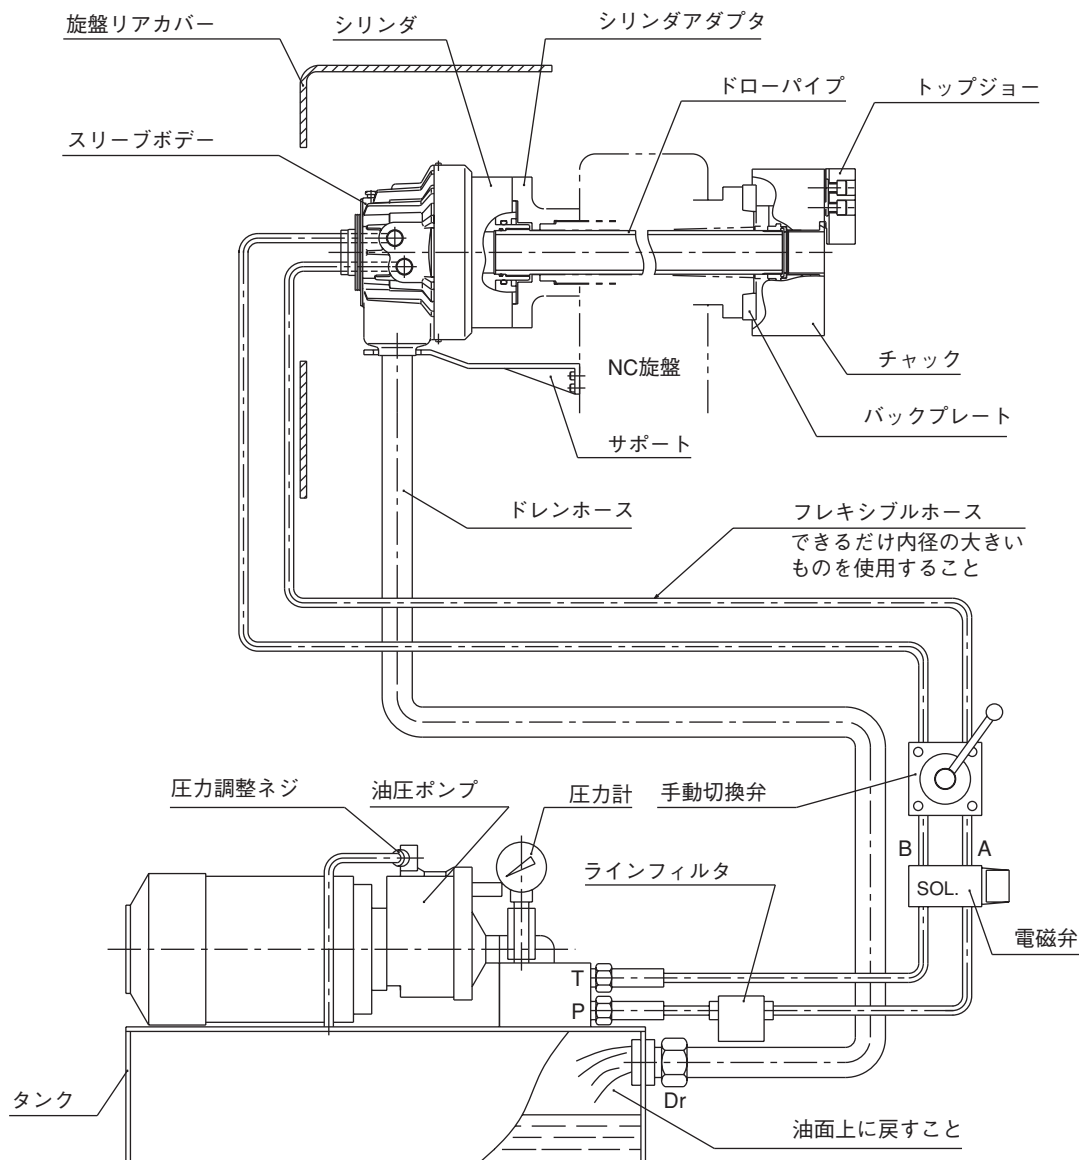

図 8
- ・ ドレンは必ず油圧ユニットの油面上に戻すこと。（図8参照）